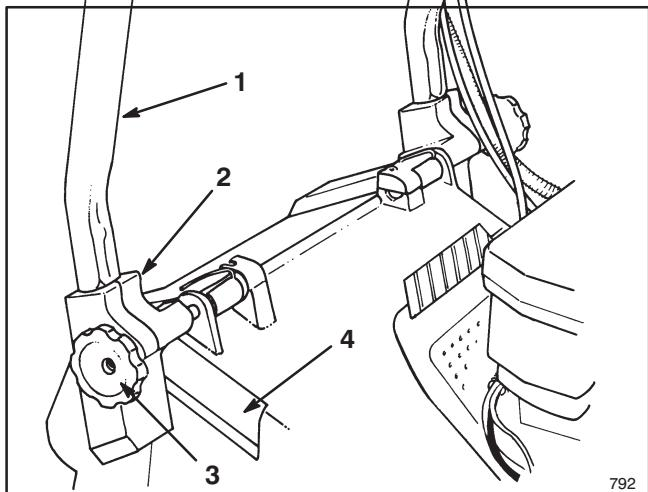
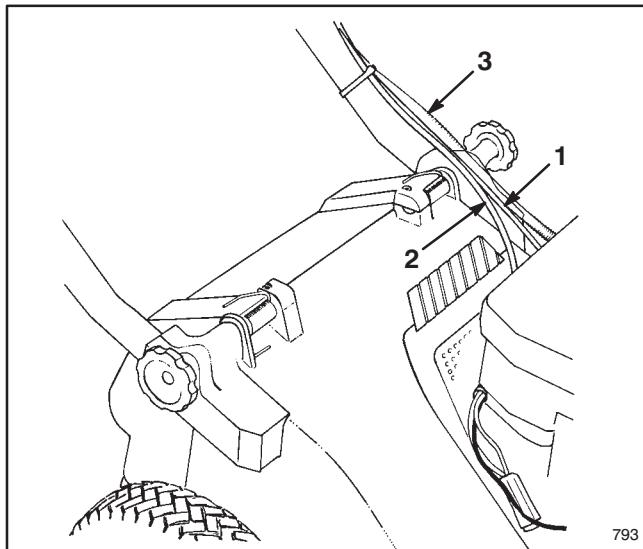

Figure 1
Figure 2
- 1. MONTAGE DU MANCHERON**—Desserrer les boutons des supports de montage (Fig. 1).
3. Insérer les extrémités du mancheron dans les trous des supports de montage, et les mettre bien en place dans les supports (Fig. 1). S'assurer que les câbles de commande des gaz, du démarreur (modèles à/démarreur électrique) et de la traction reposent sur le support de montage de gauche (Fig. 2).
4. Pivoter le mancheron et les supports vers l'arrière pour insérer solidement les supports dans leurs logements (Fig. 2).